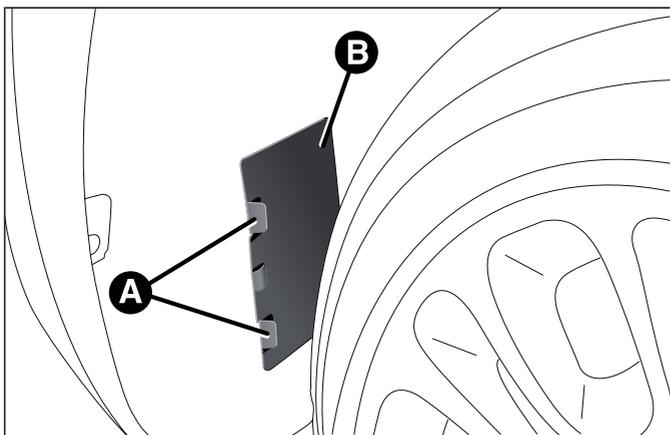

fig. 133
- agire sulle linguette A e rimuovere lo sportello B fig. 133;